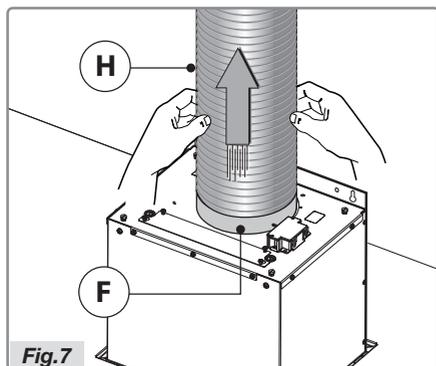

Fig.7
- Fest luftutløpsrøret **H** (følger ikke med) til tilkoblingsflensen **F** som indikert i Fig. 7.